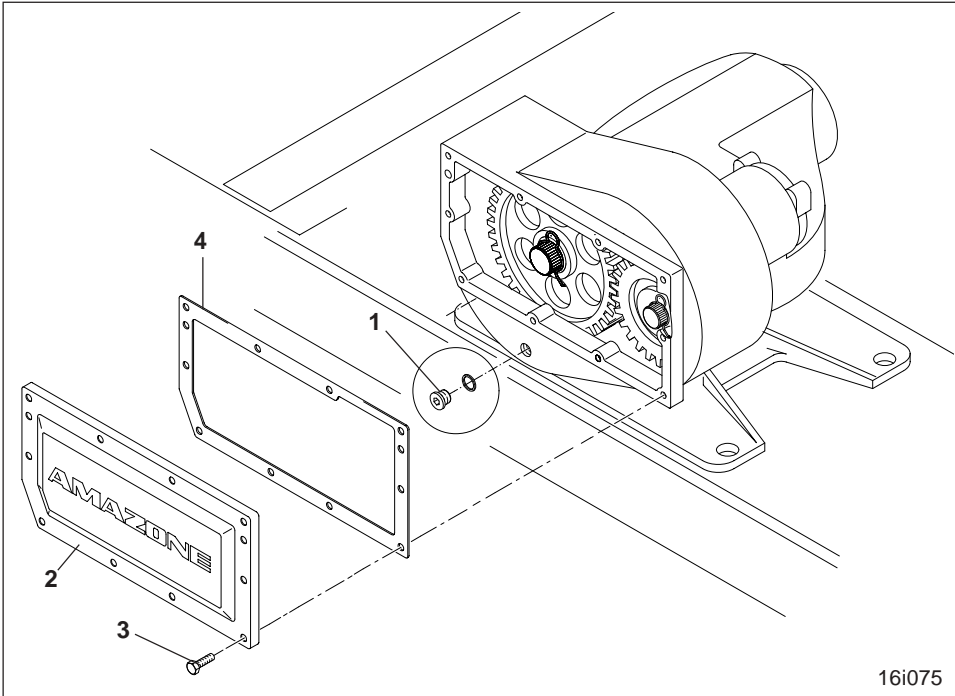

Fig. 9.7
Zum Austausch der Wechselzahnräder im Wechselradhauptgetriebe (Fig. 9.7)
Es besteht auch die Möglichkeit, den Ölspiegel durch Ablassen des Getriebeöles an der Ölablaßschraube (Fig. 9.7/1) zu sen-
1. **Vor dem Entfernen des Getriebedeckels (Fig. 9.7/2) Schlepperzapfwelle ausschalten, Schleppermotor abschalten und Zündschlüssel abziehen!**
- Getriebedeckel (Fig. 9.7/2) nach dem Entfernen der Skt.-Schrauben (Fig. 9.7/ 3) vom Getriebegehäuse abnehmen.
- Getriebedeckel (Fig. 9.7/2) mit Deckeldichtung (Fig. 9.7/4) schließen und am Getriebegehäuse anschrauben.